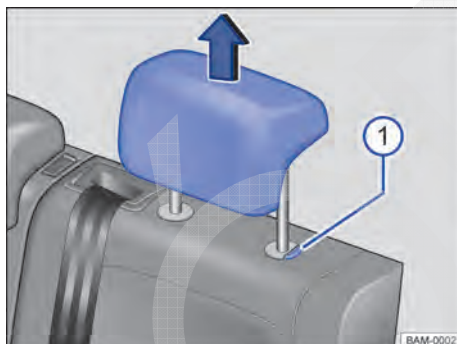

Fig. 101 Desinstalar o apoio para cabeça traseiro.
- Retirar o apoio para cabeça com o botão → Fig. 101 ❶ pressionado.